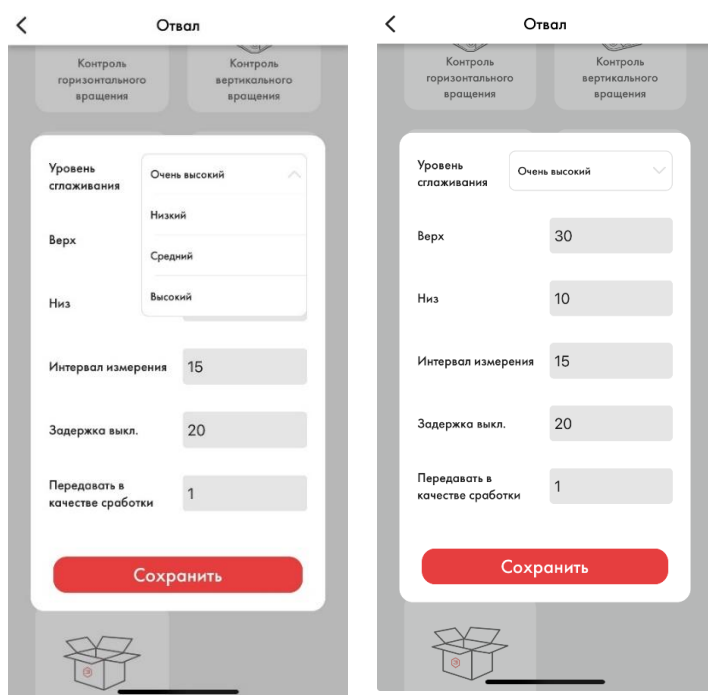
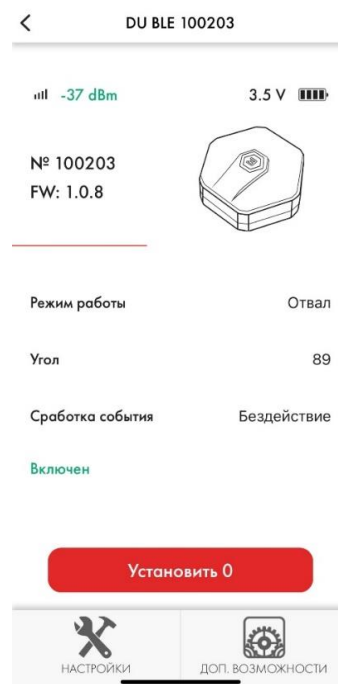

Рисунок 33– Внешний вид окна настройки режима «Отвал»
Рисунок 34 – Отображение текущих данных датчика в режиме «Отвал»
- в полях «Верх», «Низ», «Интервал измерения», «Задержка выкл.», «Передавать в качестве сработки» ввести требуемые параметры и задать их для датчика, нажав кнопку «Сохранить» (рисунок 33). На экране появится уведомление «Режим успешно установлен» и текущие данные отобразятся в окне настроек (рисунок 34).